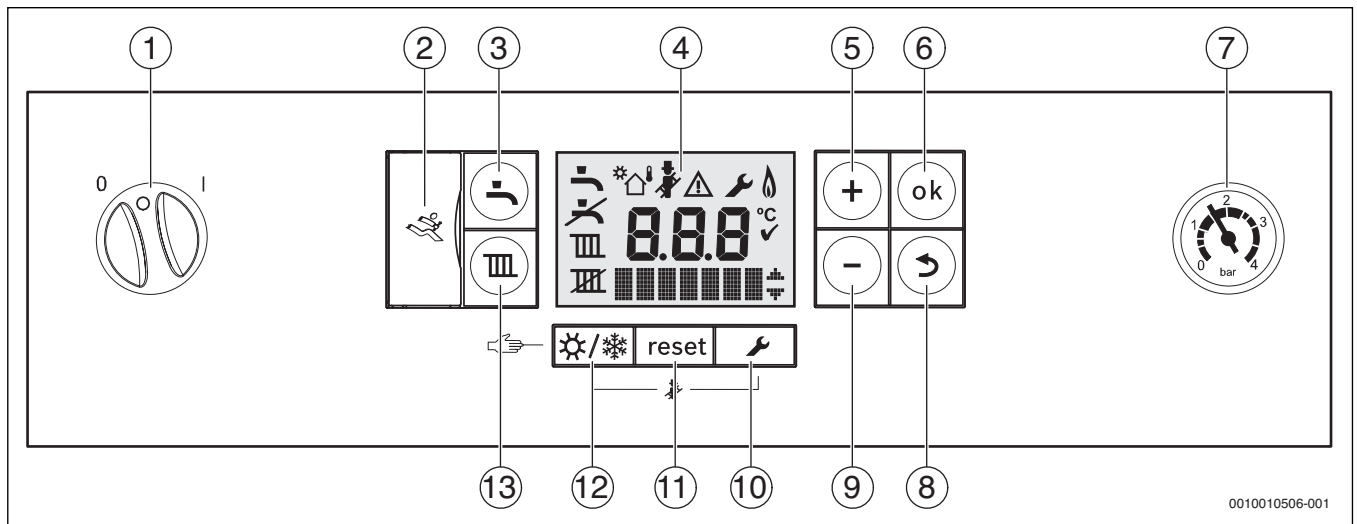

Bild 1 Bedienfeld bei geöffneter Bedienfeldblende
- ▶ Gerät am Schalter Ein/Aus (→ Bild 1) einschalten.
- ▶ Gerät am Schalter Ein/Aus (→ Bild 1) ausschalten.
Tab. 1 Symbole im Display (→ Bild 1)